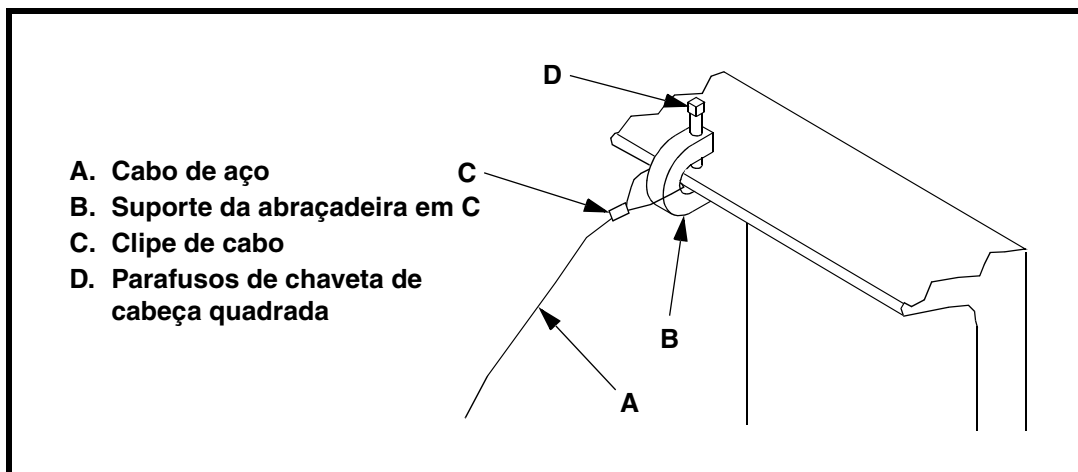

Figura 4. Instalando o cabo de retenção
1. Passe uma extremidade do cabo de suporte (A, Figura 4) pelo suporte da abraçadeira em C (B) e prenda-o com um clipe de cabo (C).